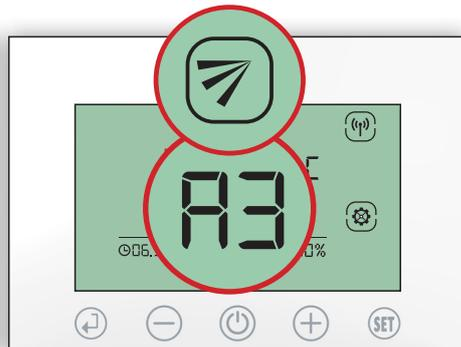

Fig. 40
2.3 **A3:** Premere (+) per impostare l'apertura alla posizione A3 (100%), apparirà l'icona (↘) premere (↵) per confermare e uscire dalle impostazioni. (Fig.40)